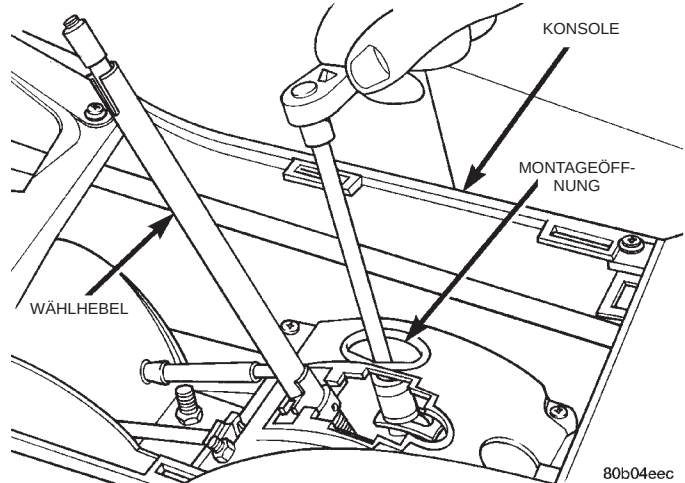

Abb. 24 Mutter am Einstellhebel des Gangwahlzugs
- (2) Blende der Mittelkonsole ausbauen.
- (3) Mutter am Einstellhebel des Gangwahlzugs lösen (Abb. 24).
- (4) Halteklammer vom Führungsbügel des Gangwahlzugs lösen.
- (5) Gangwahlzug am Schaltzapfen des Wählhebels aushängen.